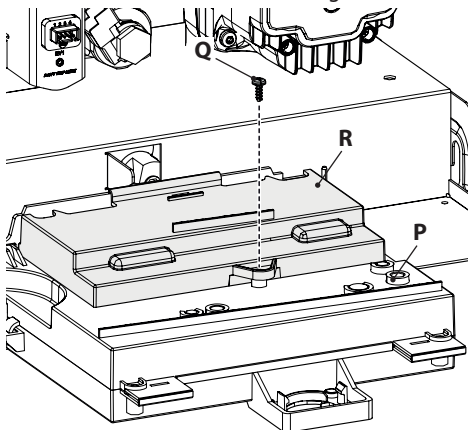

Figura 5.20
- Ruotare il pannello comandi **P**, come illustrato in Figura 5.20.
- Svitare la vite **Q** e sollevare il coperchio **R** per accedere alle morsettiere alimentazione elettrica, remoto e sonda esterna (Figura 5.20).